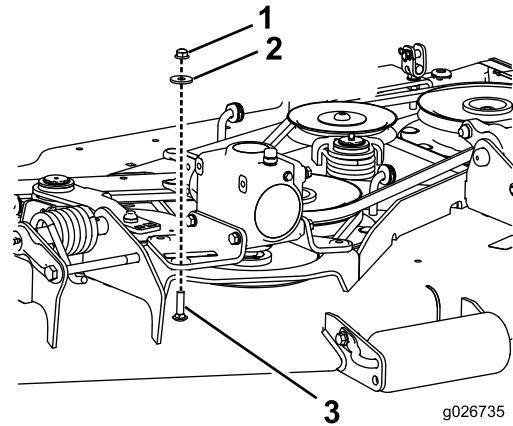

Figura 1
5. Instale la caja de engranajes (ver Figura 1).